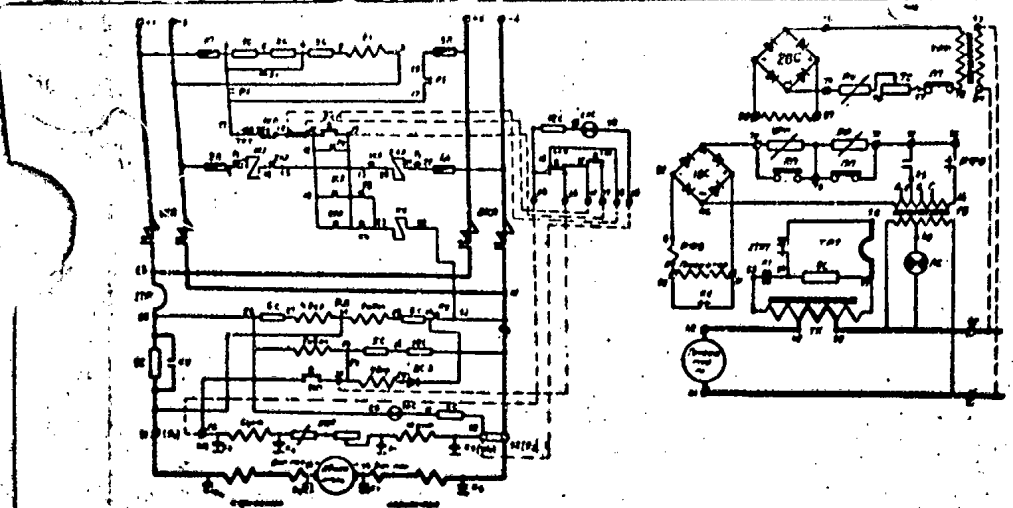

Рис. 3. Принципиальная схема агрегата АЛП-1АМ
**5. Питание двигателя от двух сетей (пускателя ПД-2200, рис. 3, 4)**